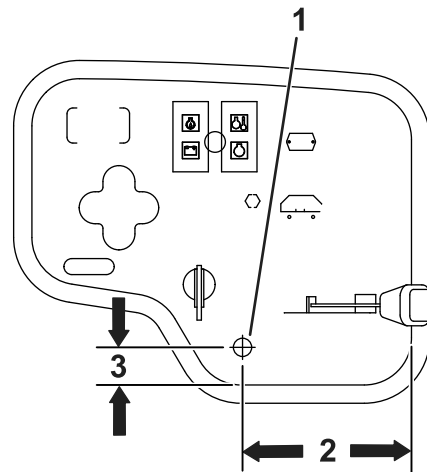

图 3
5. 使用图 3 中所示的尺寸，在控制面板上定位、标记并钻出一个直径为 13mm 的孔。